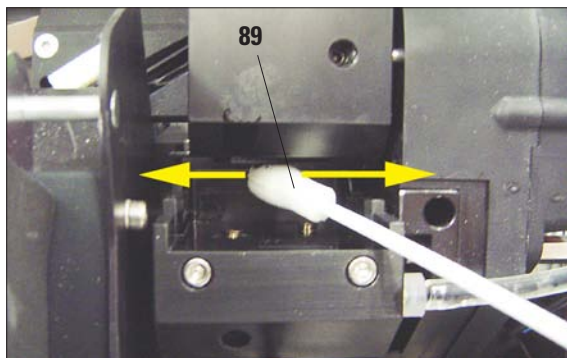
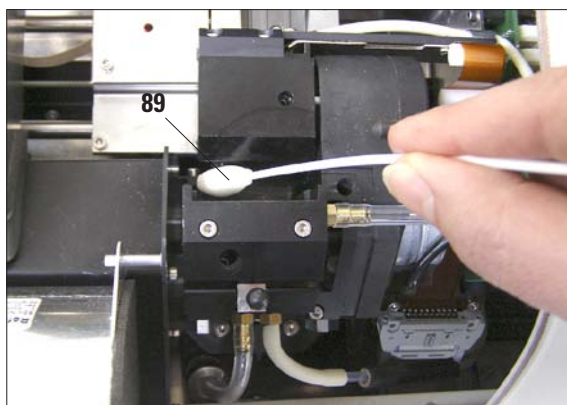

図 59
図 65
- 慎重に綿棒を印字ヘッドの隙間に挿入します (図 59)。軽く上 (印字ヘッドに) に押しながら、綿棒を前後に動かします (約 10 回)。
- 図 59 で説明したように、印字ヘッドを綿棒で清掃します（図 65 も参照）。